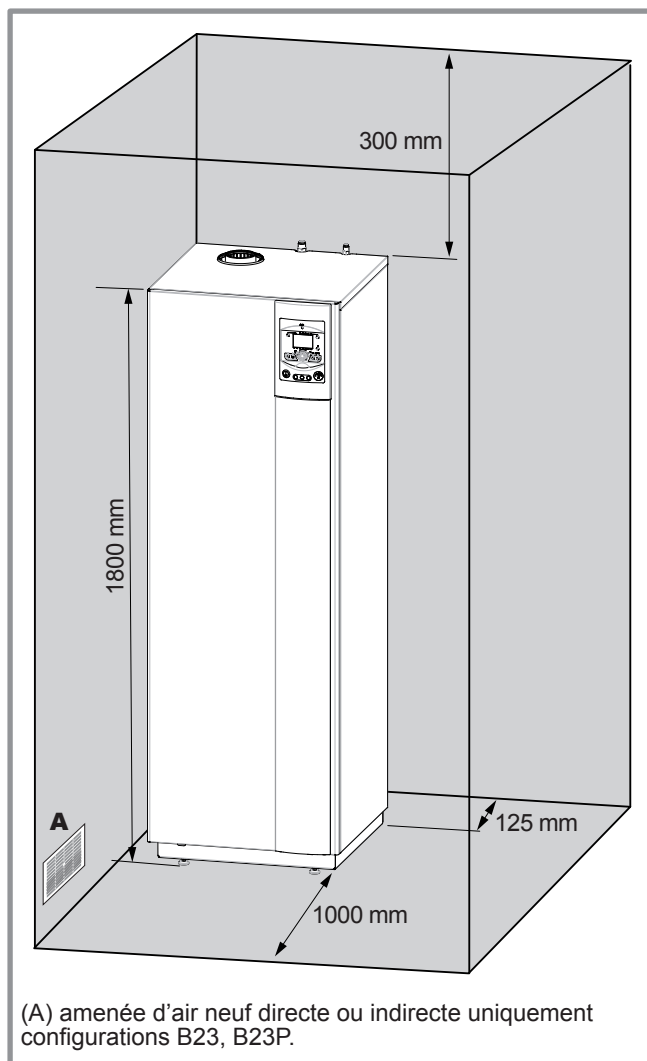

figure 17 - Dégagements minimum d'installation autour du module hydraulique
- Pour faciliter les opérations d'entretien et permettre l'accès aux différents organes, il est conseillé de prévoir un espace suffisant tout autour du module hydraulique (figure 17).